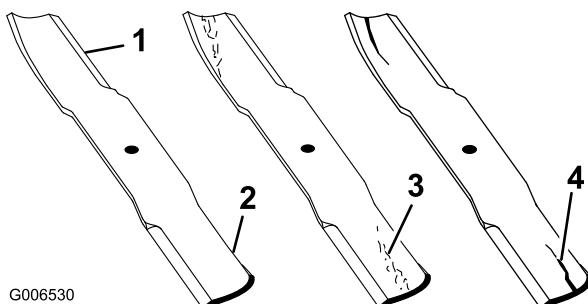

Figura 59
1. Inspeccione los filos de corte (Figura 59). Si los bordes no están afilados o tienen muescas, retire las cuchillas y afílelas. Consulte Afilado de las cuchillas.
2. Inspeccione las cuchillas, especialmente la parte curva (Figura 59). Si observa daños, desgaste o la formación de una ranura en esta zona (Figura 59), instale inmediatamente una cuchilla nueva.